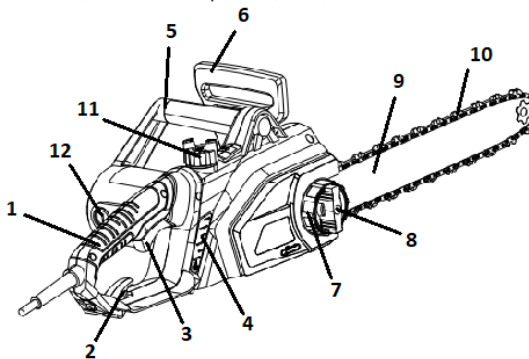

Рисунок 1
пиляльної гарнітури у складі шини (9), пиляльного ланцюга (10), систем натягування (7,8) та автоматичного змащування ланцюга (4,11); однофазного колекторного двигуна з подвійною ізоляцією, який встановлений по «подовжній» схемі – вісь двигуна паралельна осі виробу, при цьому рух на приводну шестерню ланцюга передається під кутом  $90^{\circ}$  через кінцевий редуктор; системи зчеплення з відцентровою муфтою та гальмами, – згідно рис. 1.
**Пиляльна гарнітура** - консольного типу, складається з прямої шини (9), пиляльного ланцюга (10), які під'єднані до двигуна через систему зчеплення та до систем натягування і змащування ланцюга. Зчеплення виконане як інерційна муфта на валу двигуна, у якій зовнішня приводна шестерня рухає пиляльний ланцюг. Конструкція муфти передбачає передачу руху на ланцюг після досягнення робочих обертів двигуна. Змащення направляючої пази шини в процесі роботи - безперервне, автоматичне, за допомогою насоса. Насос і мастильний бак для змащення ланцюга розташовані в корпусі двигуна. Натягування ланцюга забезпечується регулюванням положення направляючої шини ланцюга відносно приводної шестерні(розташована під кришкою кріплення шини).
**Гальмо пиляльного ланцюга.** Гальмування ланцюга забезпечує безпеку користування пристроєм під час роботи і спрацьовує вручну при натисканні лівою рукою переднього важеля гальма в бік пиляльної гарнітури, або автоматично при виникненні ривка пили за рахунок дії інерції мас на цей же захисний пристрій. Ланцюг при спрацьовуванні гальма зупиняється за частки секунди. Гальмівне зусилля створюється тертям гальмівної стрічки по зовнішній поверхні гальмівного барабана. Одночасно додатковий вимикач розриває електричний ланцюг живлення електродвигуна. Для відключення механічного гальма необхідно повернути захисний пристрій (6), або щиток гальма ланцюга в початкове положення.
4.1.1 Для увімкнення виробу натисніть на кнопку блокування від випадкового вмикання (розташована з лівого боку основної рукоятки), а потім на важіль перемикача (3) (рис. 1). Для відключення виробу слід важіль відпустити.